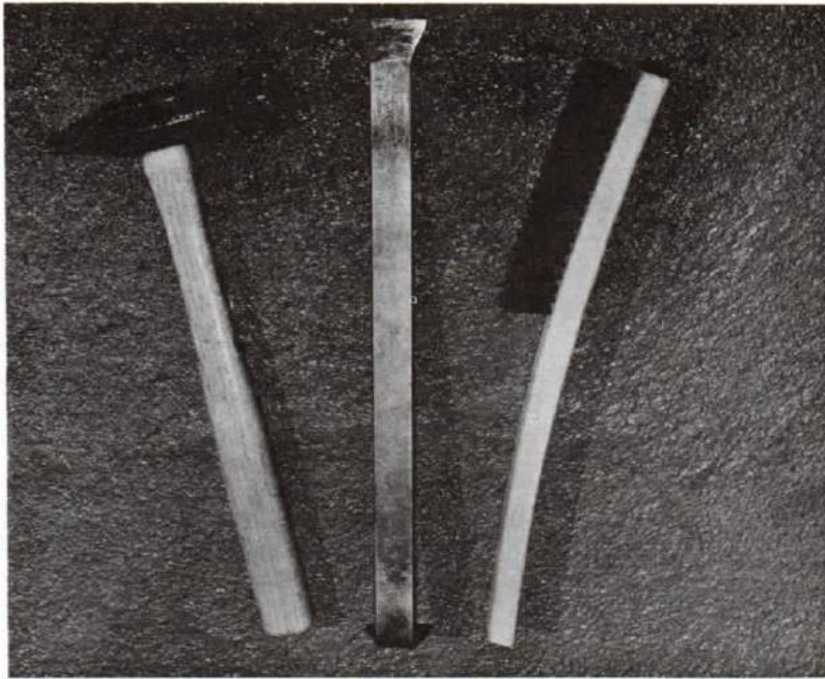
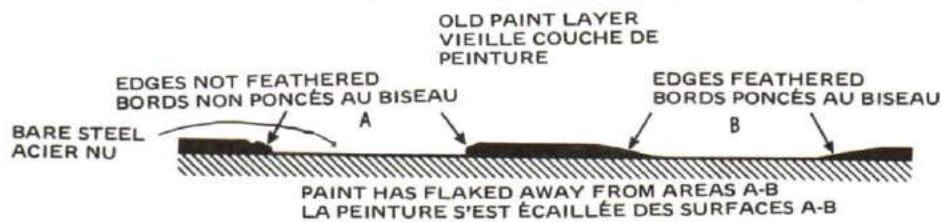

Figure 9-2
Figure 9-3
9. To prepare a corroded surface for painting, first of all use a power driven or hand tool to remove corrosion, old paint, and rough edges. See Figure 9-2. Next the bare area is buffed with a hand or powered wire brush. At this time, the edges are to be "feathered". See Figure 9-3.
9. Avant de peindre une surface corrodée, la première opération consiste à faire disparaître la corrosion, la vieille peinture et les rugosités au moyen d'un outil mécanique ou à main (voir la figure 9-2). Ensuite, polir la surface nue avec une brosse métallique ordinaire ou mécanique. Enfin, poncer au biseau les surfaces inégales (voir la figure 9-3).